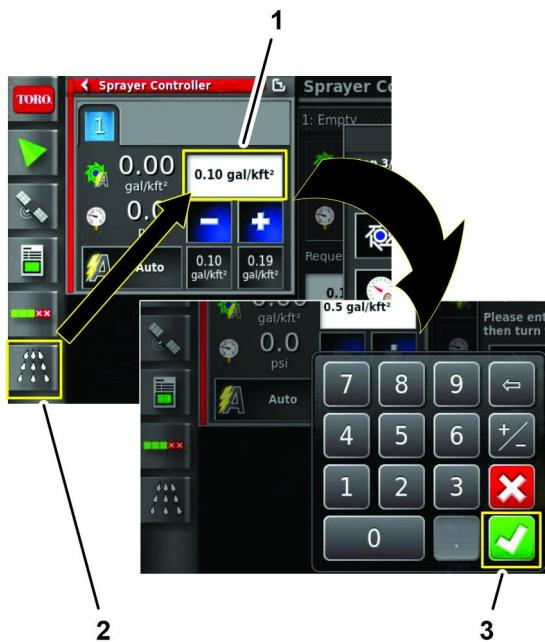

图 141
2. 按喷洒率控制器图标按要求的喷洒率图标用显示屏键盘输入目标喷洒率然后按“确认”图标图 141。